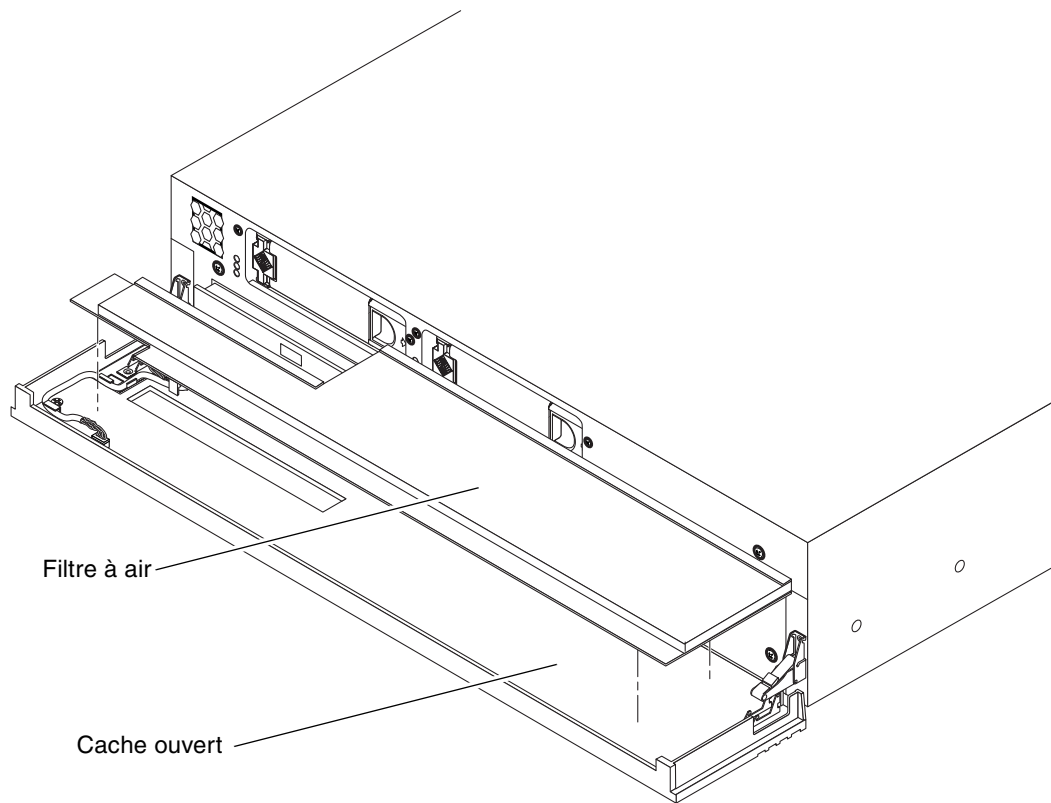

FIGURE 2-2 Installation du filtre à air du cache avant
4. Placez le nouveau filtre à air dans le cache (FIGURE 2-2).